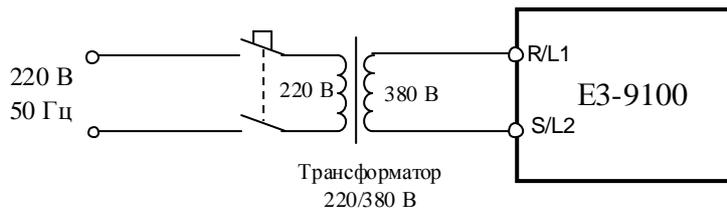

Рис. 4.11. Подключение ПЧ к сети через трансформатор
4.8.1. Подключить преобразователь к электросети 3Ф ~380 В (или к сети 1Ф ~220 В через трансформатор 220/380 В, как показано на рис. 4.11).
4.10.1. Подключить 3 лампочки (220 В, 40-100 Вт), соединённые по схеме «Звезда» к выходным клеммам U/T1, V/T2, W/T3 преобразователя частоты. Подать питание ~380В (или ~220 В на трансформатор, см. рис. 4.11).